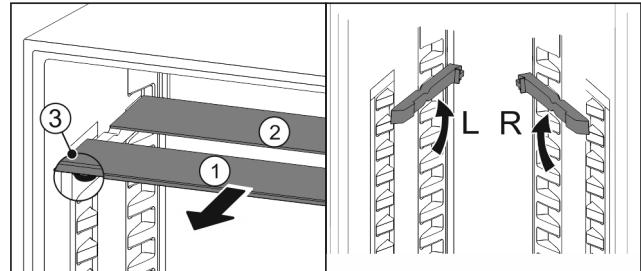

Fig. 46
- По одной извлеките Fig. 46 (1) стеклянные панели движением вперед.
- Стеклянная панель Fig. 46 (1) с декоративной планкой лежит спереди.
- Стопоры Fig. 46 (3) показывают вниз.